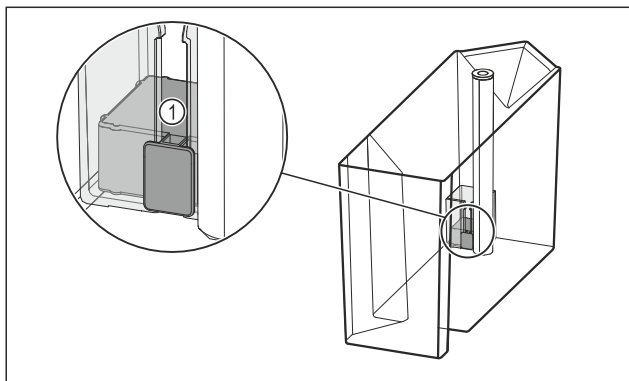

Fig. 113
- ▶ Compruebe que el flotador Fig. 113 (1) no esté atascado. Si el flotador está atascado: